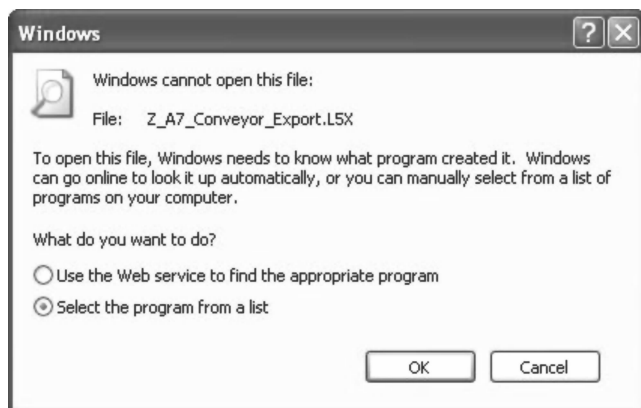

图 13-21 弹出的选择程序窗口
- 28. 当弹出以下窗口时，单击“从列表中选择程序”（Select the program from a list）单选按钮，如图 13-21 所示。